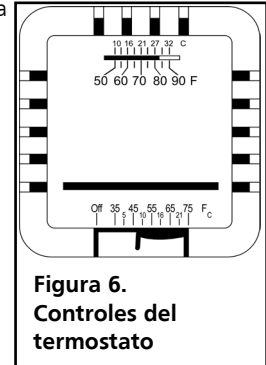

Figura 6.
- Ajuste el termostato a la temperatura deseada. Vea la Figura 6.
- Luego del encendido, el sensor de chispa/llama monitorea la llama del piloto. Si no reconoce la llama del piloto dentro de los 15 segundos, tratará de volver a encenderlo inmediatamente. Si no se enciende el piloto luego de (3) secuencias de encendido, el calefactor se bloquea. Se puede reiniciar el control interrumpiendo brevemente la fuente de alimentación y repitiendo los pasos anteriores.